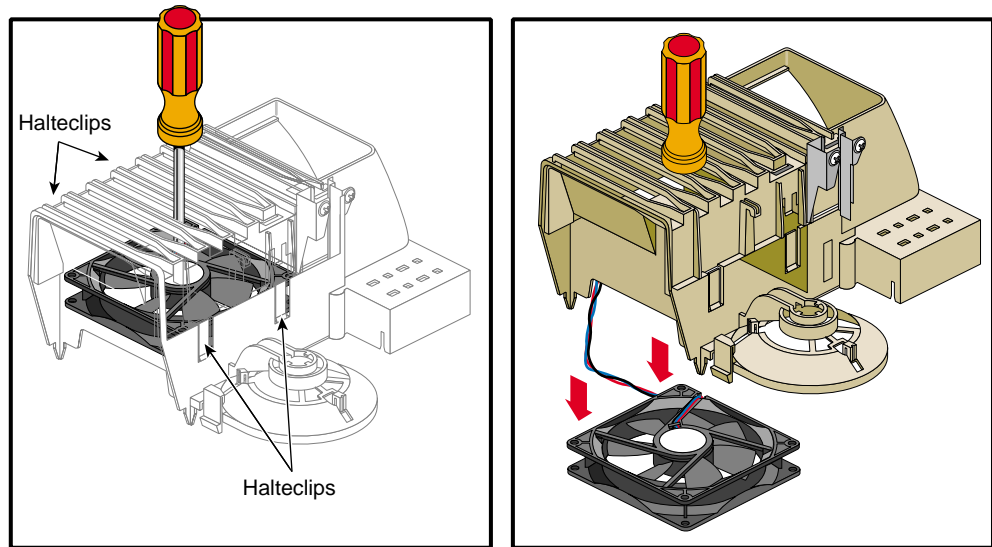

Abbildung 2-15 Herausnehmen des Lüfters aus dem Kunststoffrahmen
6. Der Lüfter wird von vier Lüfterhalteclips im Kunststoffrahmen gehalten. Wenn Sie den Lüfter aus dem Kunststoffrahmen nehmen wollen, legen Sie den Rahmen mit der Vorderseite nach unten auf eine ebene Fläche (siehe Abbildung 2-15).
7. Drücken Sie mit einem Flachsraubendreher vorsichtig auf die Mitte des Lüfters. Lösen Sie dabei nacheinander alle vier Lüfterhalteclips, indem Sie sie vom Lüfter fort ziehen. Abbildung 2-15 veranschaulicht das Vorgehen.